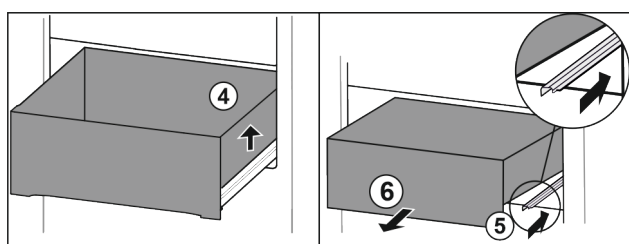

Fig. 24
- Schubfach rechts anheben. Fig. 24 (4)
- Rechte Schiene einschieben. Fig. 24 (5)
- Schubfach nach vorne entnehmen. Fig. 24 (6)